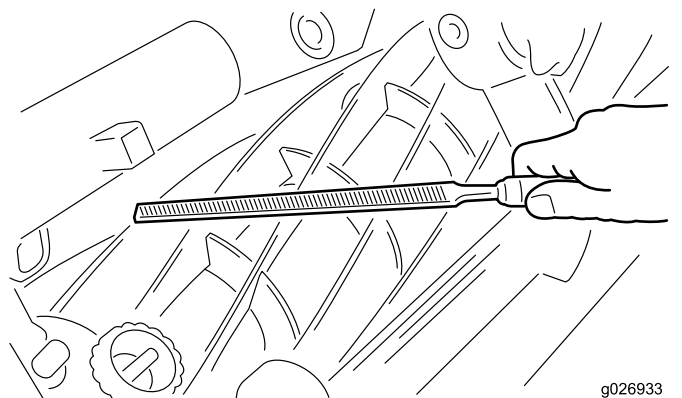

Figure 10
4. **Choc avec un corps étranger** – Les tranchants de la contre-lame et du cylindre peuvent être endommagés en cas de choc avec un corps étranger. Un dommage léger peut être réparé sur place. Commencez par limer les saillies sur la contre-lame et le cylindre (Figure 10). Avec un marteau à panne ronde, redressez les lames du cylindre qui sont faussées. Comme la contre-lame s'écarte généralement du cylindre sous l'effet du choc, il est nécessaire de la régler; voir Réglage parallèle de la contre-lame et du cylindre.